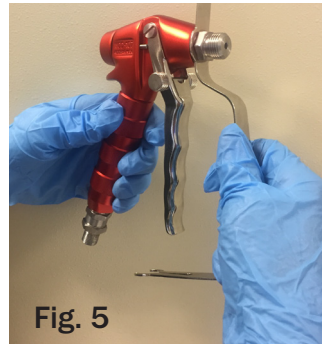

Fig. 5
- 2.- Déposez le protège-mains (figure 5).